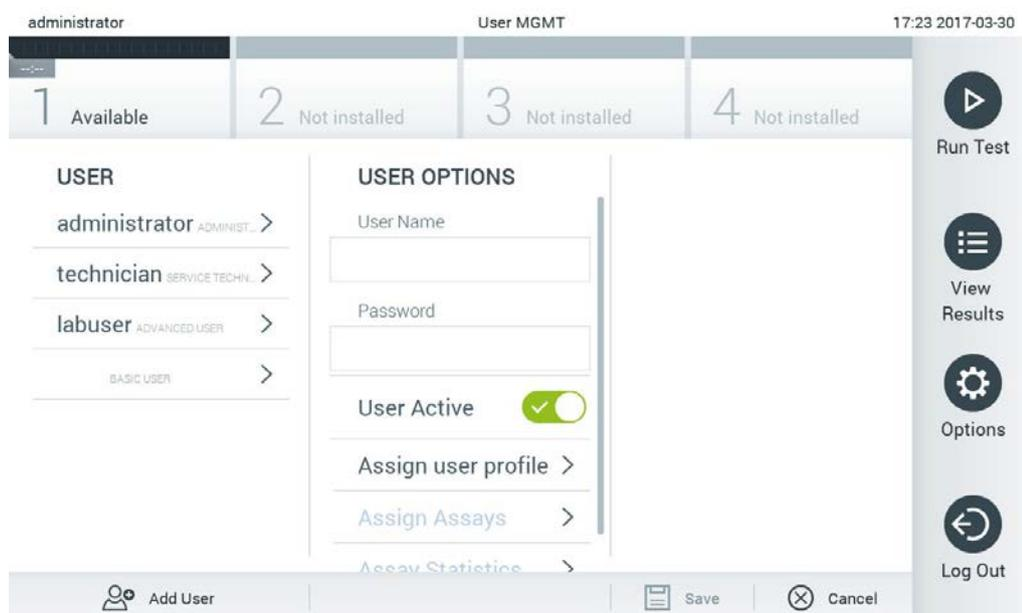

Figure 63. Ajouter un nouvel utilisateur.
- Appuyez sur le bouton Options (Options) puis sur le bouton User Management (Gestion des utilisateurs) pour configurer les utilisateurs. L'écran User Management (Gestion des utilisateurs) s'ouvre dans la zone de contenu de l'affichage (figure 63).